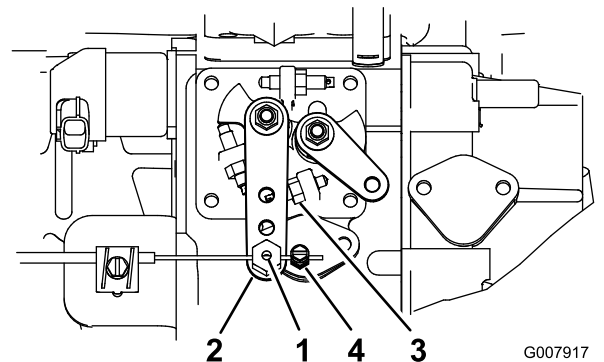

図 50
2. 燃料噴射ポンプのレバーの隣にあるスロットルケーブルのコネクタをゆるめる 図 50。